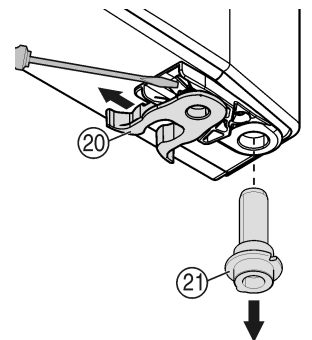

Fig. 9
- Přemístěte pružinovou svorku Fig. 9 (20): Stiskněte nos zářky, přes ni stáhněte pružinovou svorku.
- Vytáhněte ložiskový čep Fig. 9 (21) z dveřní objímky a nasadte spolu s podložkou na protější stranu. Nos zářky musí ukazovat k vnitřní straně dveří, zářez k vnější straně.
- Nasadte dveře dole a ložiskový čep Fig. 9 (21) do stojanu ložiska. Příp. ložiskovým čepem otáčejte tak, aby mohl zaskočit do západky.